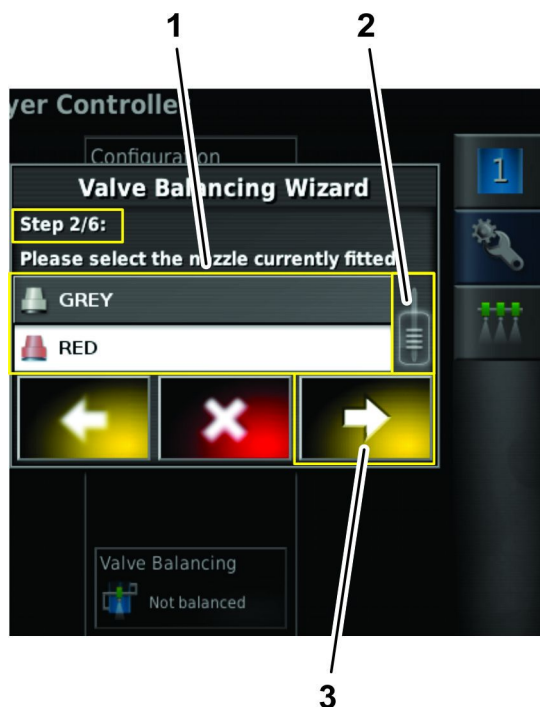

Figura 48
2. Nel passaggio 2 della procedura guidata di bilanciamento delle valvole, spostate la barra di scorrimento fino a quando visualizzate l'ugello d'irrorazione che dovete configurare, quindi premete l'icona dell'ugello nell'elenco a discesa (Figura 48).
3. Premete l'icona Avanti (Figura 48).